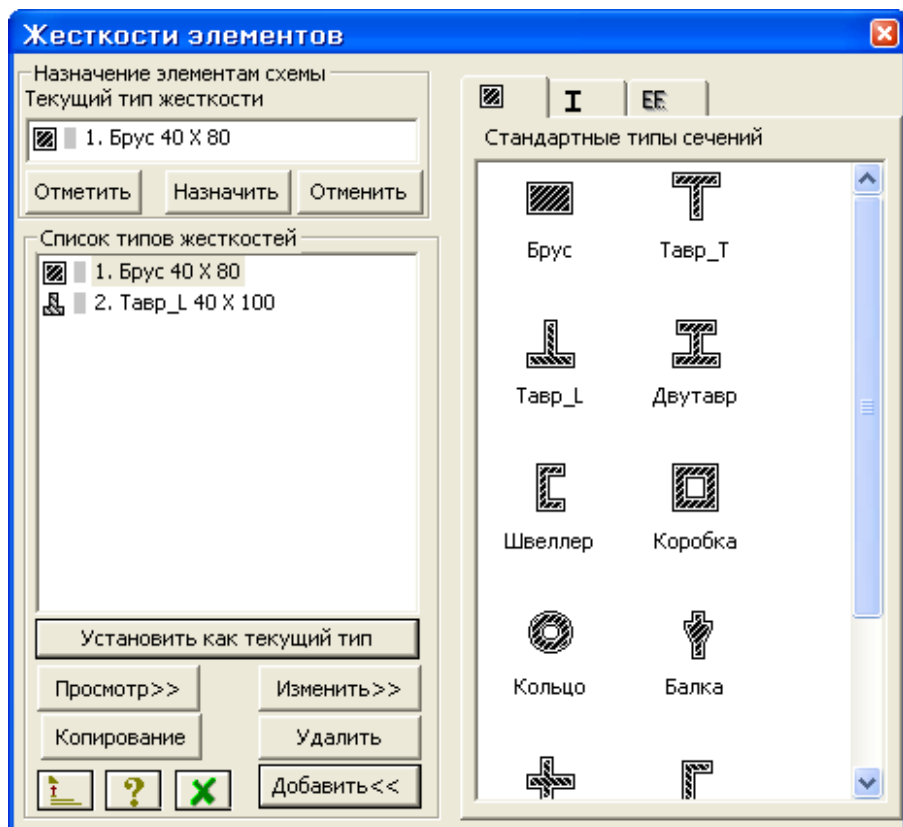

Рис.11.9. Диалоговое окно Жесткости элементов
- С помощью меню **Жесткости** ⇒ **Жесткости элементов** (кнопка  на панели инструментов) вызовите диалоговое окно **Жесткости элементов** (рис.11.9).